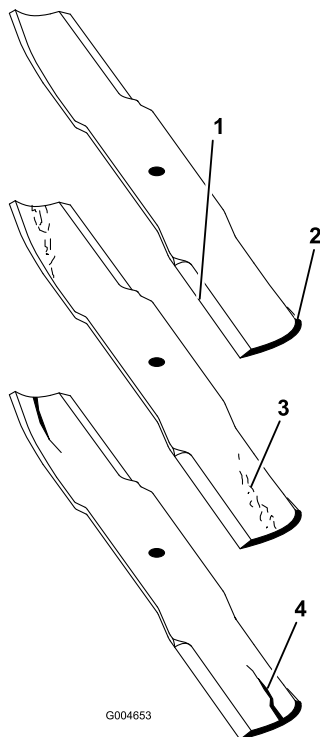

Bild 92
2. Prüfen Sie die Schnittkanten des Messers sorgfältig, insbesondere dort, wo die geraden Flächen die gebogenen berühren (Bild 92). Da Sand und anderes reibendes Material das Metall abschleifen kann, das die flachen und die gebogenen Teile verbindet, müssen Sie das Messer vor jedem Einsatz des Rasenmähers prüfen. Wenn Sie Abnutzungen (Bild 92) feststellen, sollten Sie das Messer auswechseln.
Wenn sich das Messer abwetzen kann, bildet sich ein Schlitz zwischen dem Windflügel und dem flachen Teil des Messers (Bild 92). Zuletzt kann sich ein Stück des Messers lösen und aus dem Gehäuse herausgeschleudert werden. Das kann zu schweren Verletzungen bei Ihnen selbst und Unbeteiligten führen.